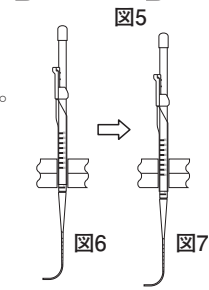

図7
9. 内視鏡下で胃後壁に注意しながら、胃内へシースダイレクタを押し進める。（図7）